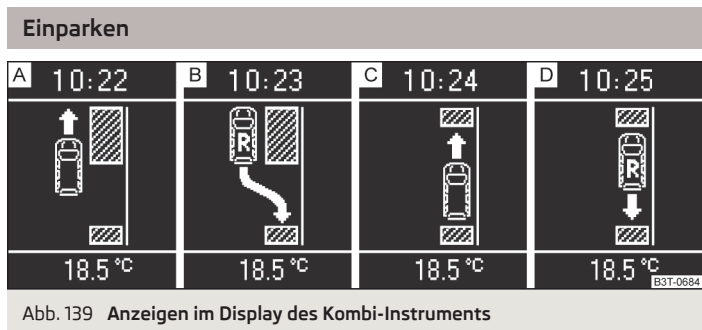

Abb. 139 Anzeigen im Display des Kombi-Instruments
Wenn das System eine geeignete Parklücke erkannt hat, wird diese Parklücke im Display angezeigt » Abb. 139 - A.
- Noch weiter vorfahren, bis im Display die Anzeige erscheint » Abb. 139 - B.
- Wenn im Display der Pfeil nach vorn blinkt » Abb. 139 - C, dann den 1. Gang einlegen bzw. den Wählhebel in Stellung **D** stellen.
- Wenn im Display der Pfeil nach hinten blinkt » Abb. 139 - D, dann erneut den Rückwärtsgang einlegen bzw. den Wählhebel in Stellung **R** stellen.